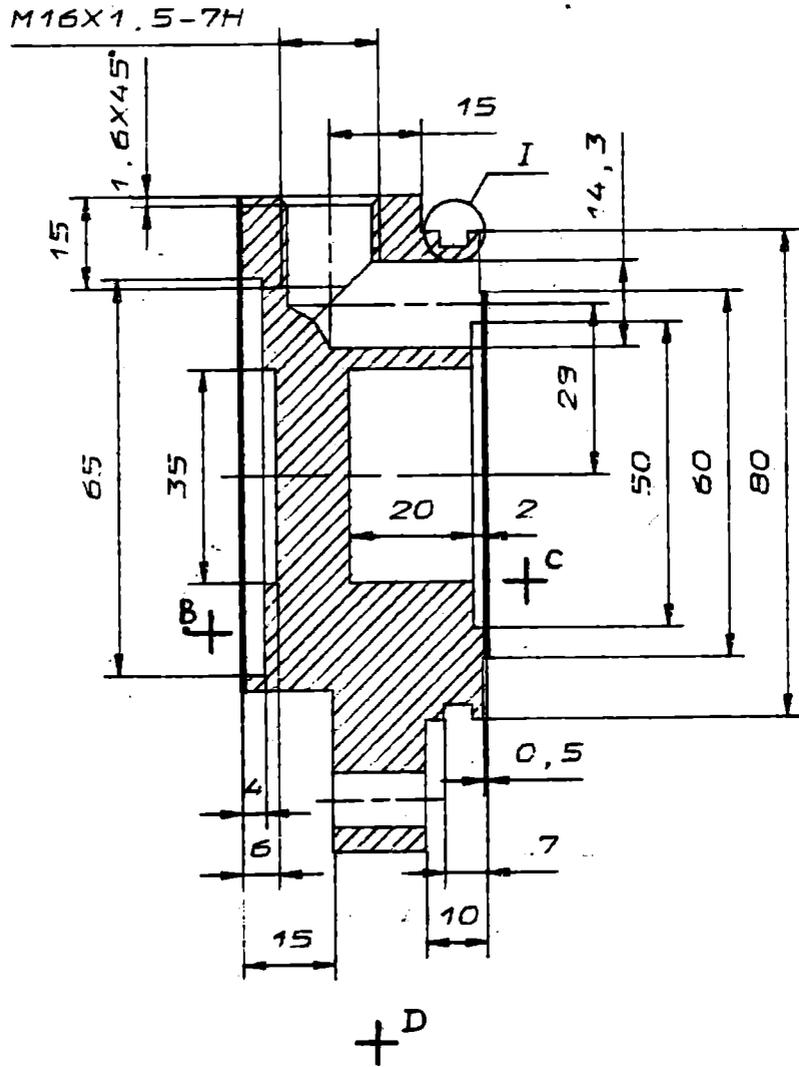

Рис. 3
3.31. Нанесение недостающего размера выполнить в соответствии с рис.3.
Переместить курсор в позицию экрана, отмеченную буквой В на рис.3 и нажать клавишу <С>. Система ГРИС должна индицировать элемент чертежа, расположенный поблизости от курсора (на рис.3 этот элемент представлен толстой линией). В случае ошибки выбора - ввести <ГТ> и указать элемент повторно.
Переместить курсор в позицию экрана, отмеченную буквой С на рис.3 и снова нажать клавишу <С>. Система ГРИС должна индицировать элемент чертежа, расположенный поблизости от курсора (на рис.3 этот элемент представлен толстой линией). В случае ошибки выбора - ввести <ГТ> и указать элемент повторно.
Переместить курсор в позицию экрана, отмеченную буквой D на рис.3 и в третий раз нажать клавишу <С>, а затем <ПС>.